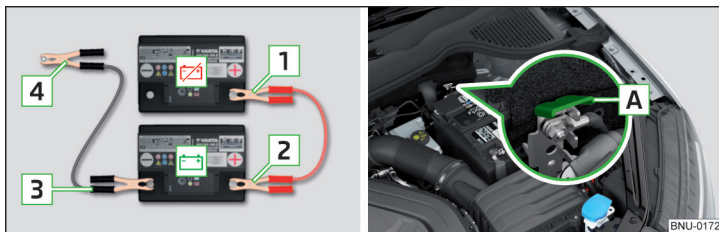

Fig. 322 Ayuda de arranque: - batería descargada, - batería que suministra corriente / punto de masa del motor en el sistema START-STOP
- En vehículos **con** el sistema START-STOP, fijar el borne **4** en el punto de masa del motor **A** » fig. 322.